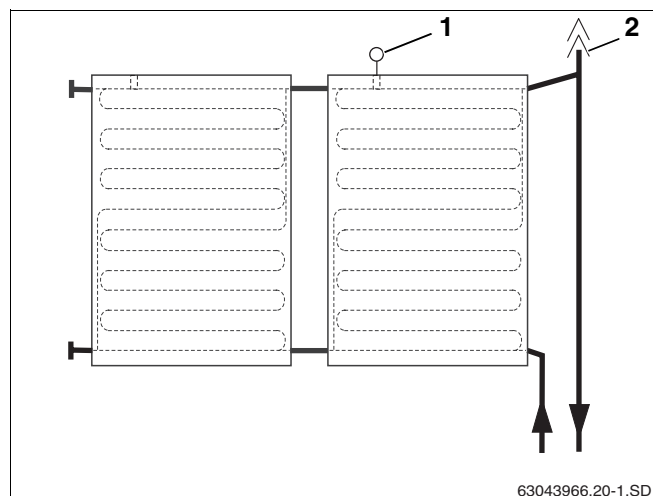

Fig. 35 Sistema di sfiato su circuito di mandata
Se si desidera disaerare l'impianto solare con un disaeratore automatico (accessorio) nel punto più alto dell'impianto, è necessario installare la tubazione di mandata con pendenza a salire verso il disaeratore (fig. 35, **pos. 2**) e la tubazione di ritorno con pendenza a salire verso il campo di collettori (fig. 35).